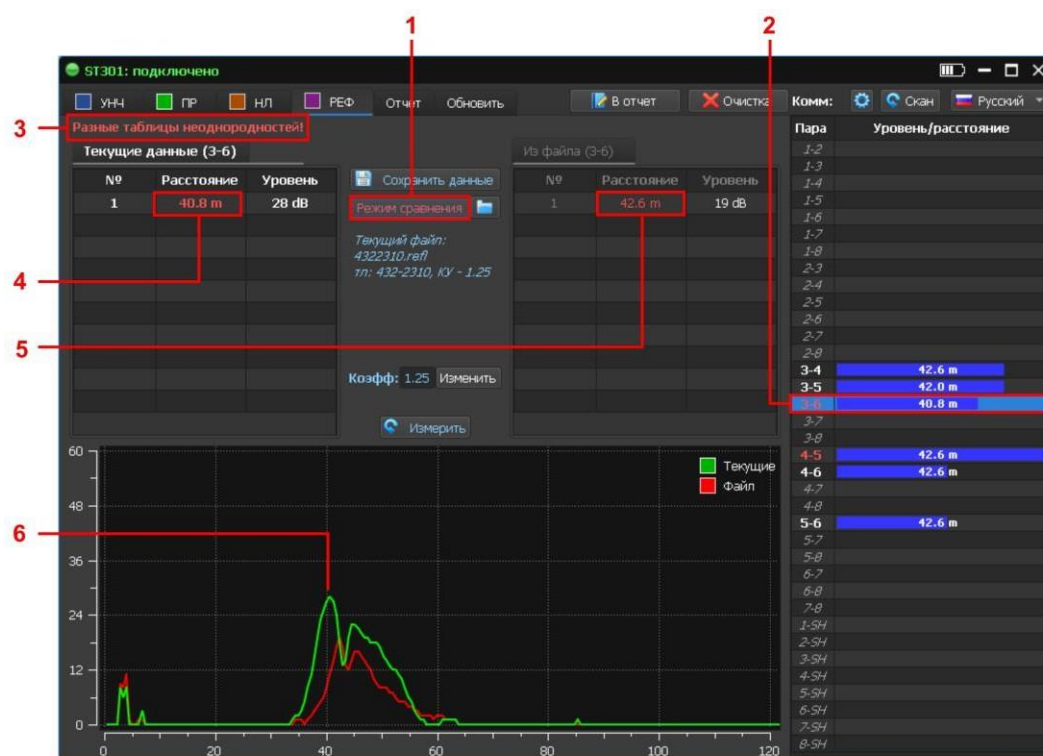

Рис.85
4. Кликнуть  Режим сравнения. Надпись на кнопке станет красного цвета (рис.85, п.1). В таблице коммутатора номера пар, в которых зафиксированы изменения будут выделены красным цветом (рис.85, п.2). При установке табличного курсора на такую строку в таблицах «Измерение 1» и «Измерение 2» отобразятся результаты тестирования. Отличающиеся параметры будут выделены красным цветом (рис.85, п.4 и п.5). В информационной строке (рис.85, п.3) отобразится характер изменения.
На экране будут отображены две рефлектограммы (рис.85, п.6):
На рис.85 (в качестве примера) сравниваются результаты тестирования телефонной линии.
Табличный курсор (рис.85 п.2) установлен на пару «3-6» (номер пары выделен красным цветом), где были обнаружены изменения.
Эта неоднородность видна на рефлектограмме (рис.85, п.6).